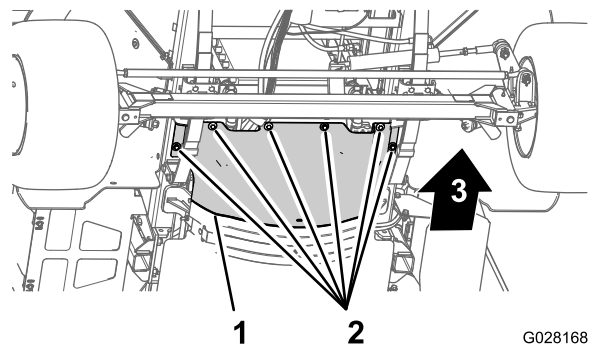

Figura 62
3. Retire los 6 pernos de cabeza hexagonal y las 6 arandelas que sujetan el protector térmico delantero al chasis, y retire el protector (Figura 62).